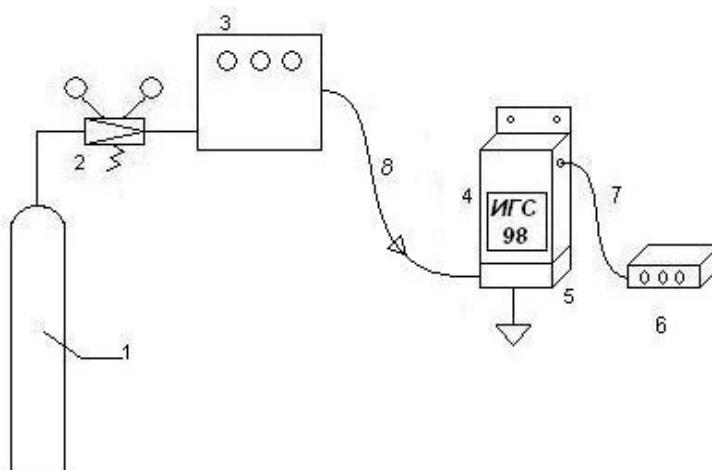

рис. 2. Схема газовая принципиальная установки для проверки ГС серии ИГС-98 от генератора газа.
3.8.1. Проверка ГС на чувствительность к таким газам как H_2S , SO_2 , HCl , Cl_2 , формальдегид, NH_3 , NO_2 производится с использованием диффузионных газодинамических установок типа «Микрогаз-Ф». Принцип работы этого генератора газовых смесей основан на введении в газовый тракт генератора источника микропотока (ИМП), представляющего собой фторопластовую ампулу с жидким веществом. Концентрация газа на выходе генератора определяется производительностью ИМП за счет диффузии вещества через стенки фторопластовой ампулы (берется из паспорта на ИМП) и расходом газа-разбавителя. Для работы собирают установку по схеме на рис. 2.